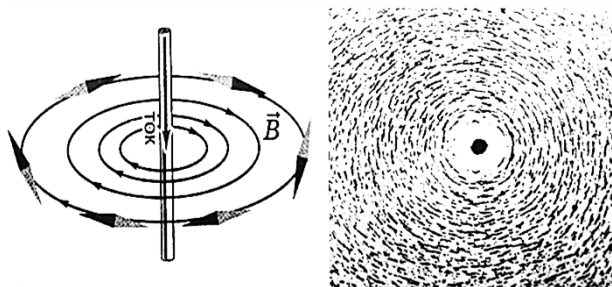

Рисунок 9.7
4) Линии магнитной индукции прямолинейного проводника с током (рисунок 9.7).